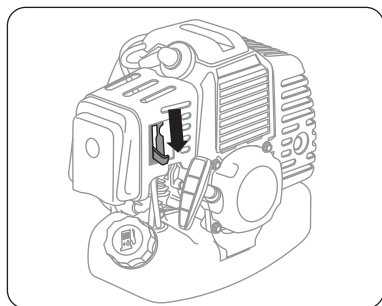

Рис. 13
дроссельной заслонки и зафиксируйте его фиксатором (Рис. 13).
- Рычаг воздушной заслонки переведите вниз, затем нажмите на рычаг дроссельной заслонки для разблокировки (Рис. 13).